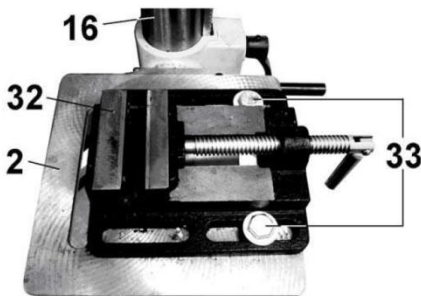

Рис.6.
- 9.12. Встановіть на робочий стіл (2) Лещата (32) і зафіксуйте їх положення спеціальними болтами (33), Рис.6.
10.7. Осьове переміщення шпинделя задається обертанням штурвала ручками подачі (12), Рис.2. При свердлінні отворів контролюйте величину осьової подачі різального інструменту, щоб уникнути контакту різального інструменту з лещатами (32) або робочим столом (2), Рис.6